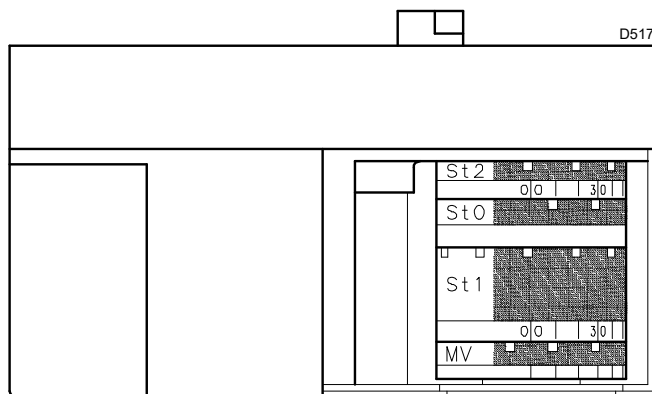

Рис. 32
- Если его необходимо снизить, слегка уменьшите угол оранжевого рычажка (Рис. 32 на стр. 26) небольшими последовательными перемещениями, то есть перейдите с угла 15° на 13°, 11° и т. д.